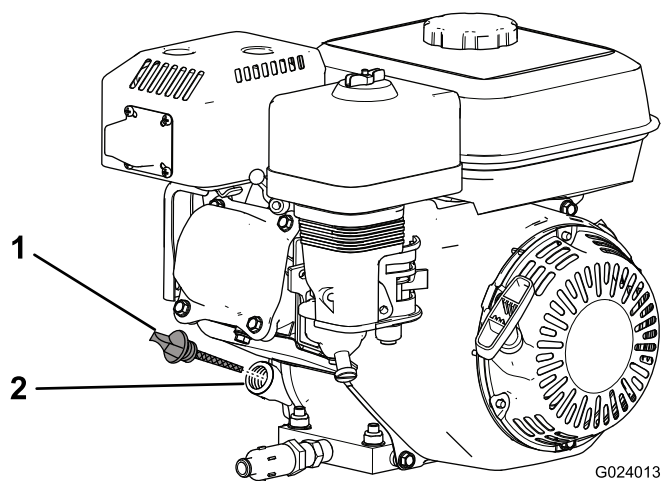

Figura 13
2. Spegnete il motore, lasciatelo raffreddare e pulite l'area attorno al tappo/asta di rabbocco dell'olio.(Figura 13)